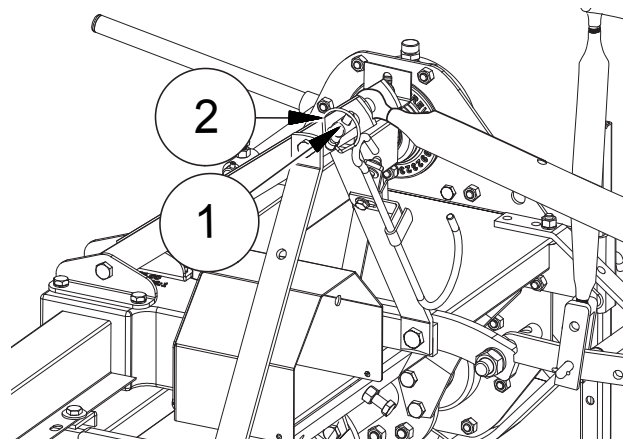

FIG. 14
- Approcher le tirant du relevage à l'attelage trois-points ("Fig. 14"). Régler le tirant de façon à ce que la machine reste positionnée à terre. Insérer l'axe d'attelage (1). Bloquer l'axe avec la goupille à dé clic (2) fournie en équipement.